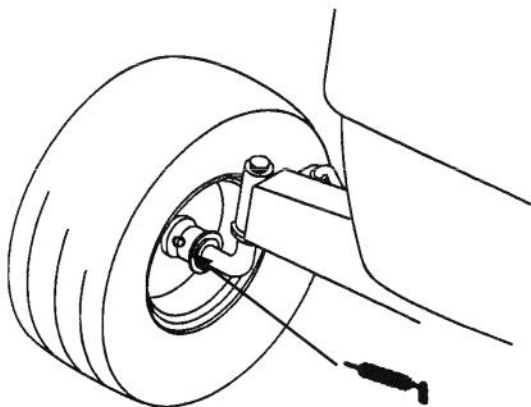

Bild 12
1. Die Vorderräder schmieren, bis das Fett aus den Lagern zu quellen beginnt (Bild 12).